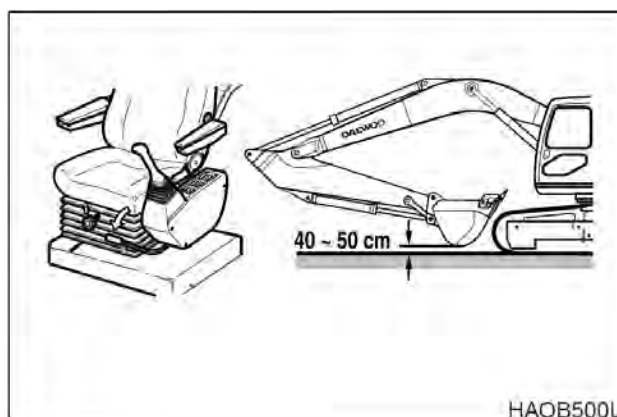

Рис. 31
2. Установить рычаг блокировки в положение разблокирования (UNLOCK), подав его вперед, и поднять на 40 - 50 см над грунтом. См. рис. 31.